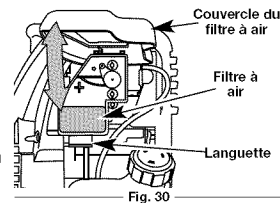

Fig. 30
- Ouvrez la couverture du filtre à air. Poussez la languette sur le dessous vers l'intérieur. Tirez ensuite la couverture du filtre à air vers le haut et vers l'extérieur. (Fig. 30)
- Faites pivoter la couverture vers le bas jusqu'à ce que la languette sur la plaque arrière du filtre à air se verrouille en place dans la fente sur la couverture du filtre à air (Fig. 30).